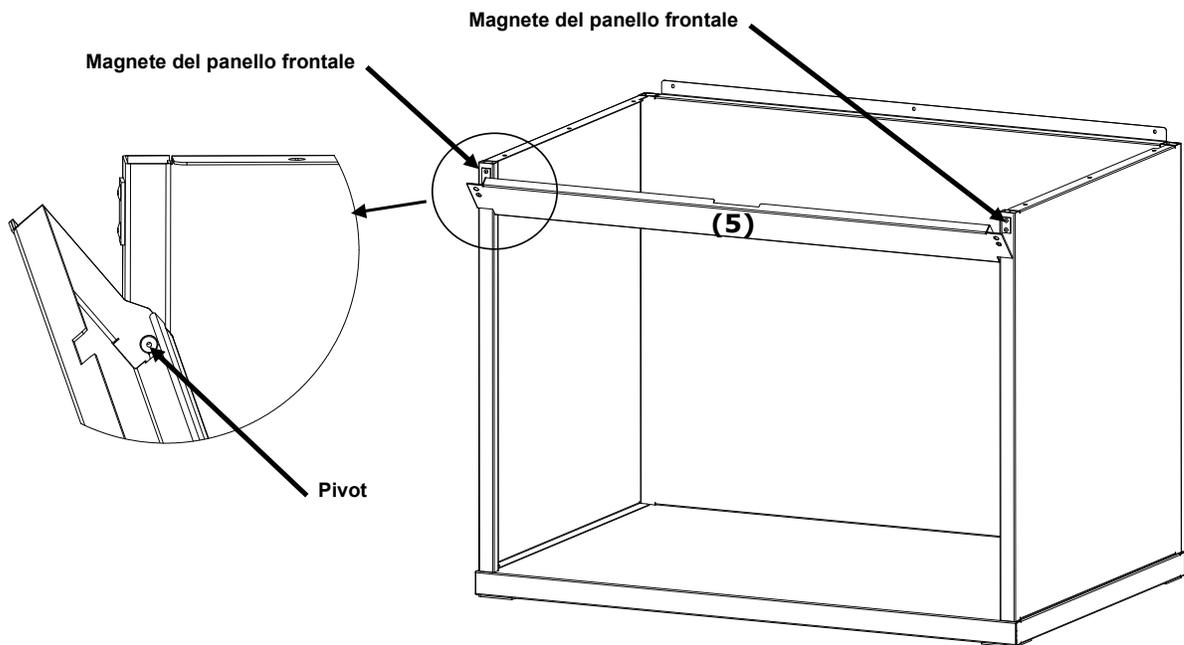

Figura 5. Montaggio del pannello anteriore
7. Inserire i perni situati in ognuno dei due pannelli laterali in corrispondenza delle fessure che si trovano nel pannello anteriore (5).
8. Ruotare il pannello anteriore verso l'alto dell'unità finché i magneti non entrano in contatto con il pannello stesso. Vedere la Figura 5.